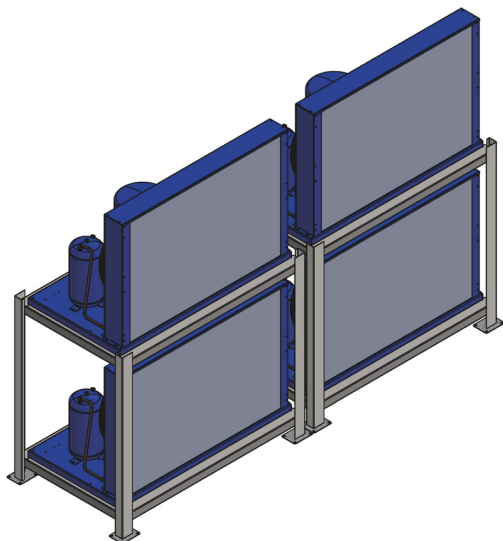

Fig. 5 - vista isométrica
- Para construcción del local de las unidades observe la Tabla 3 y las Fig. 5 y 5.1 que cuentan con las medidas de las estructuras y el peso que el local de instalación deberá soportar.